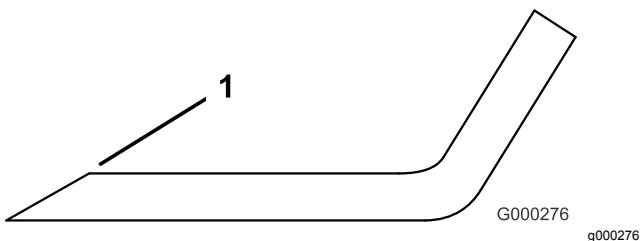

Figura 126
- Esaminate l'affilatura di tutte le lame e affilate se risultano smussate o scheggiate (Figura 126).
per garantire l'affilatura (Figura 126). La lama resta bilanciata soltanto se viene rimossa una quantità uguale di metallo da entrambi i taglienti.